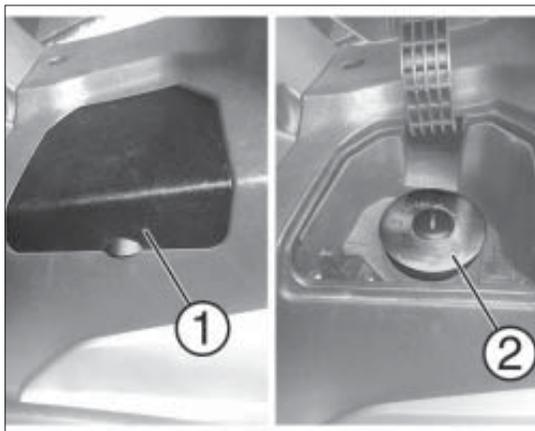

fig. 4
- ouvrir le volet 1 fig. 4 ;
- enlever le bouchon du réservoir 2 fig. 4.